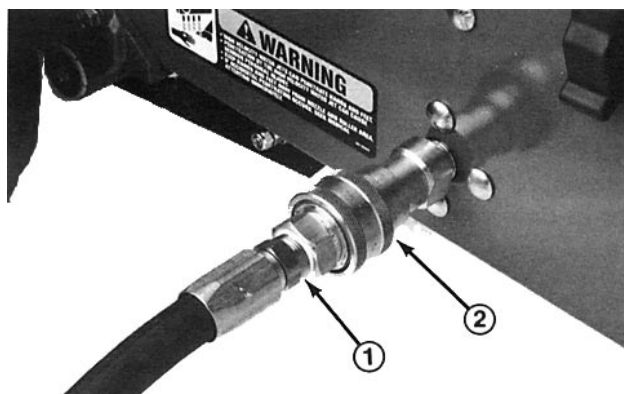

Fig. 8
3. Collegare l'adattatore (Fig. 8) al tubo di irrigazione, quindi collegare l'adattatore all'accoppiatore a scatto rapido, sul fianco della macchina.